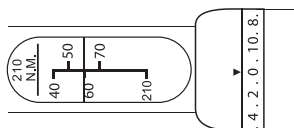

Abb. 1
- Stellen Sie die Hauptskala auf den Wert mit dem Querstrich „60“ und die Feineinstellung auf „0“. Der Drehmomentschlüssel ist jetzt auf 60 Nm eingestellt (Abb. 1).